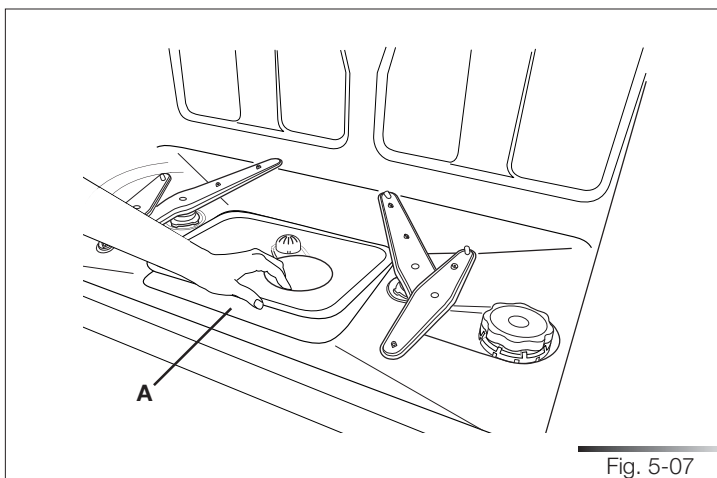

Fig. 5-07
- **Al retirar el filtro** se deberá controlar que en el mismo no hayan quedado residuos de alimentos. Posibles residuos, cayendo en el desagüe (ref. A fig. 5-07), podrían bloquear algunos componentes hidráulicos u obstruir los inyectores de las toberas de rociado.